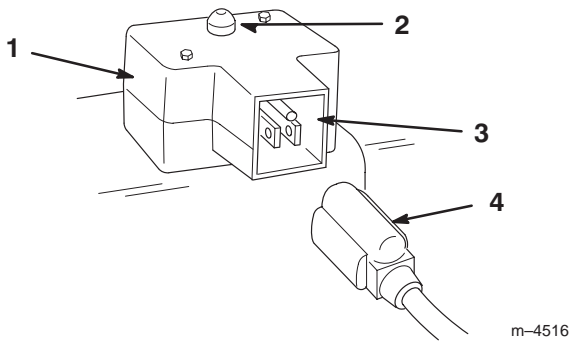

Figure 15
- **Démarrateur électrique** (Fig. 15)—Appuyez sur le bouton du démarrage pour mettre le moteur en marche.
- **Cordon d'alimentation** (Fig. 15)—Connectez le cordon au démarrage électrique et branchez-le dans une prise de courant avant de mettre le moteur en marche.
- Connectez le cordon d'alimentation à la déneigeuse (Fig. 15), et branchez-le dans une prise de courant standard.